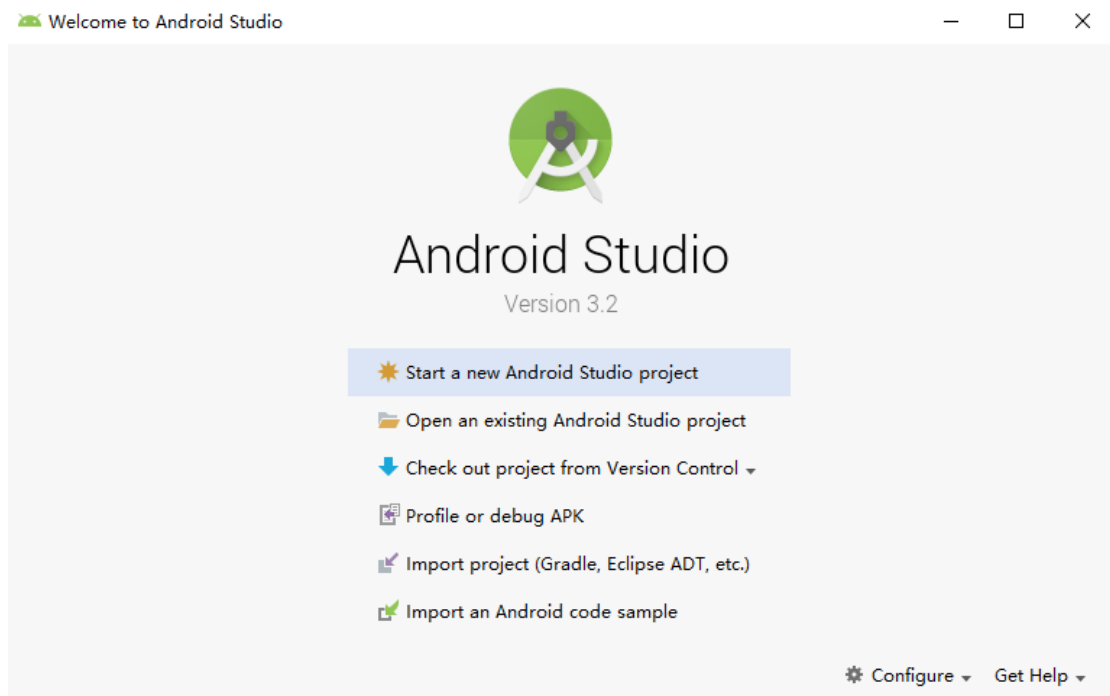

图 1 工程导入选项
2)运行 Android Studio，选择“Open an existing Android Studio project”，如图 1 所示。